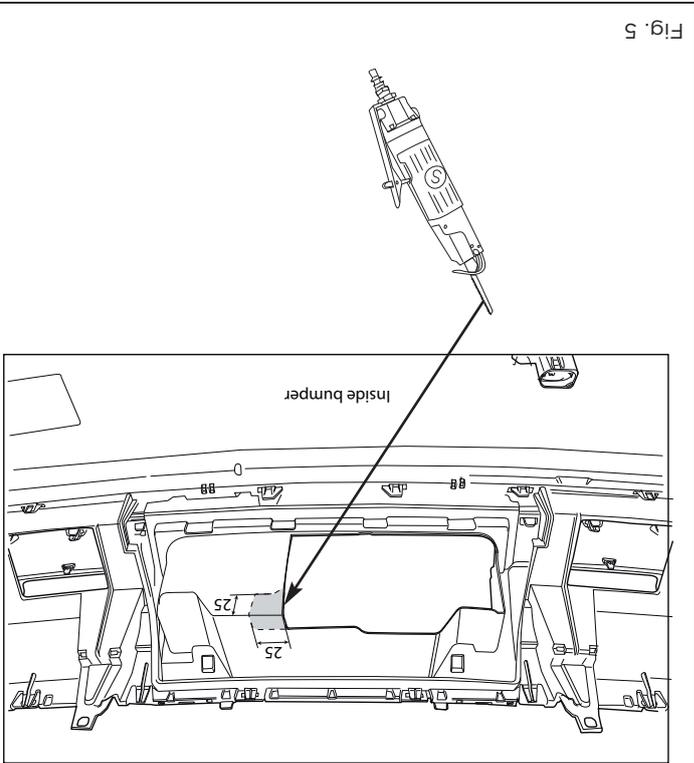

Fig. 5
- 3a. **For A3 Sportback S-Line (G-tron) vehicles, the following applies:** Saw out the indicated section in accordance with figure 5.
- 3a. Für A3 Sportback S-Line (G-tron)-Fahrzeuge gilt: Siehe Abbildung 5 das angegebene Teil herauserschneiden.
- 3a. **Pour les modèles A3 Sportback S-Line (G-tron):** .Scier la partie indiquée conformément à la figure 5.